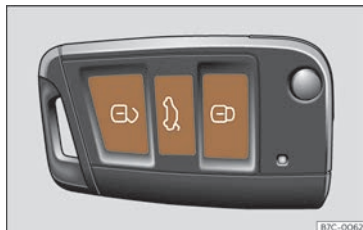

Fig. 47 Cheia cu telecomandă: tastele.
- Încuiere: apăsați butonul  >>> **fig. 47.**